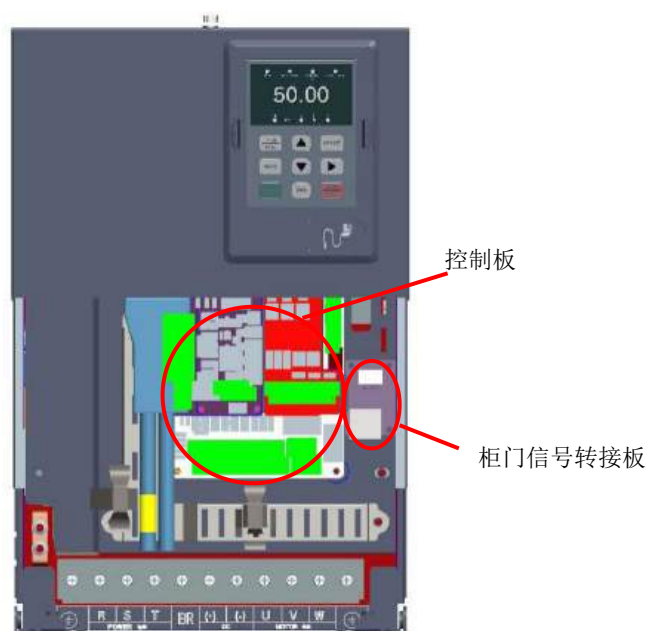

图 3-16 D~G 尺寸机型柜门信号转接板安装位置示意图
- ② D~G 尺寸机型的柜门信号转接板安装在控制板的支撑面板上，且靠近控制板，如图 3-16。